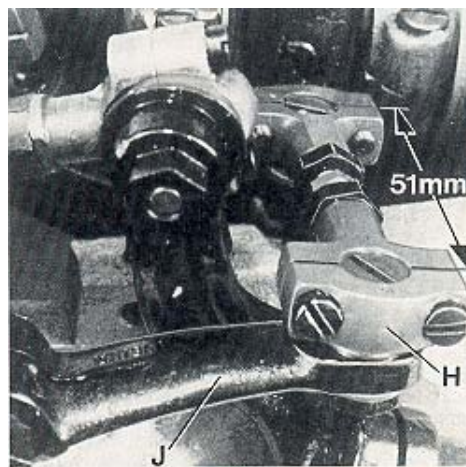
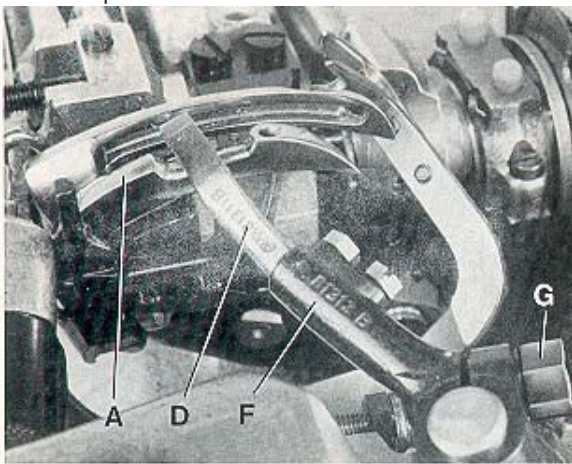

Fig.13
Fig.14
The distance (set at the factory) from center to center of the two ball joints driving the cross looper should be 51 mm (2") (see Fig. 13).
Basically the front ball joint (H, Fig. 13) should be positioned as far as it will go to the left in the fastening slot of the cross looper drive lever (J).
When rotating the handwheel in operating direction cross looper (D, Fig. 14) should swing as close as possible in the recess behind the eye over the double locked stitch looper (A) without contacting it.
La distancia (de fábrica) del centro de las dos articulaciones esféricas que manejan el looper cruzado debe ser de 51 mm (Ver Fig. 13).
La articulación esférica frontal (H, Fig. 13) debe quedar lo más lejos posible a la izquierda de la ranura de seguridad de la palanca del looper cruzado (J).
Girando el volante en dirección de operación el looper cruzado (D, Fig. 14) debe moverse lo más cerca posible del espacio detrás del ojo del looper para doble puntada de seguridad (A) pero sin tocarlo.
After loosening clamp screw (G, Fig. 14) cross looper lever (F) can be raised or lowered for setting the height of cross looper (D) with respect to the double locked stitch looper (A) and it can be tilted to the right or left for adjusting the swing motion of the cross looper with respect to the left needle. Retighten clamp screw.
If required the length of the path of the cross looper swing motion can be reduced by positioning ball joint (H, Fig. 13) to the right in the fastening slot of the cross looper drive lever (J).
Después de aflojar el tornillo de sujeción (G, Fig. 14) la palanca (F) del looper cruzado se puede subir o bajar como sea necesario para ajustar la altura del looper cruzado (D) con respecto al looper cruzado para doble puntada de seguridad (A) y puede ser movido a la derecha o izquierda para ajustar el movimiento del looper cruzado con respecto a la aguja izquierda. Apriete el tornillo de sujeción. De ser requerido, se puede reducir el largo del movimiento del looper cruzado colocando la conexión esférica (H, Fig. 13) a la derecha de la ranura de seguridad de la palanca del looper cruzado (J). Asegúrese cuando realice estos ajustes que el looper cruzado no interfiere con la parte de la plancha de aguja o alguna parte de la máquina.
Apriete el tornillo de sujeción. De ser requerido, se puede reducir el largo del movimiento del looper cruzado colocando la conexión esférica (H, Fig. 13) a la derecha de la ranura de seguridad de la palanca del looper cruzado (J). Asegúrese cuando realice estos ajustes que el looper cruzado no interfiere con la parte de la plancha de aguja o alguna parte de la máquina.